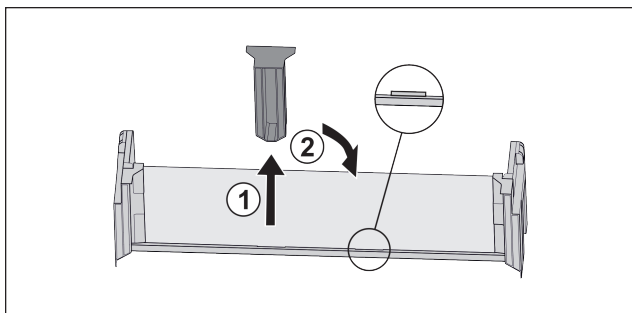

Fig. 94
- Stiahnite stredný prídržný diel Fig. 94 (1).
- Nasadíte stredný prídržný diel do druhej pozície Fig. 94 (2).